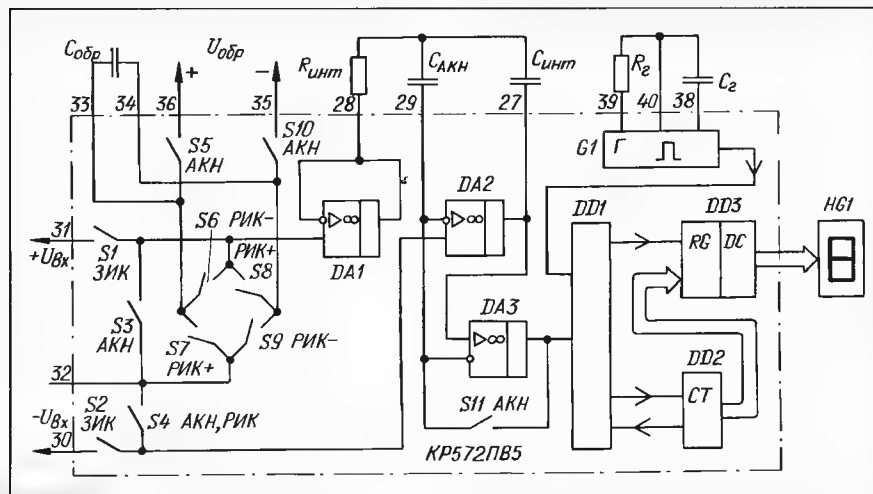
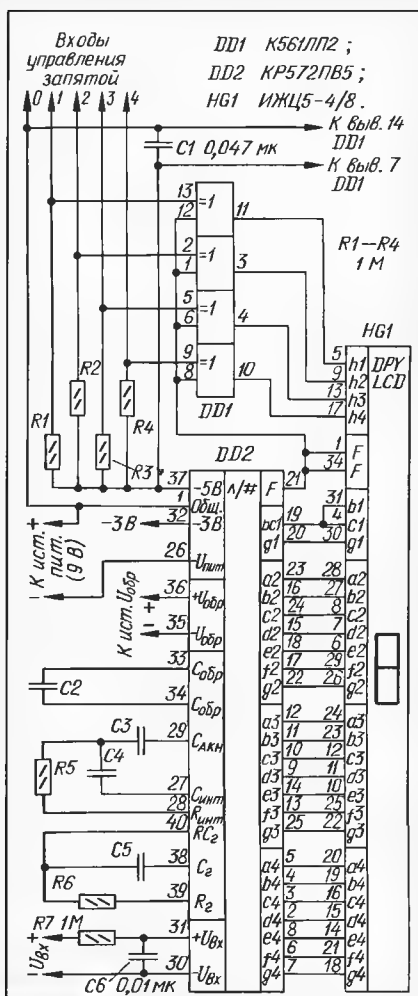
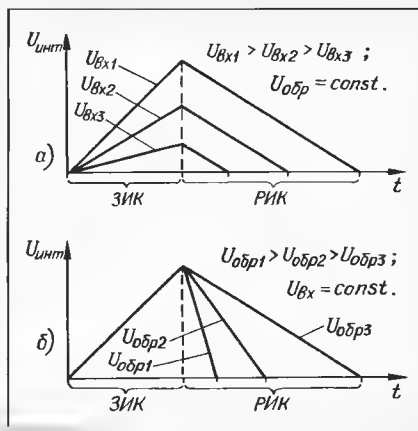

Рис. 1
Рис. 3
Рис. 4
Преобразователь (рис. 1) состоит из аналоговой и цифровой частей. Аналоговая содержит электронные выключатели S1—S11, буферный ОУ DA1, работающий в режиме повторителя, интегратор на ОУ DA2, а также компаратор DA3. В цифровую часть входят генератор G1, логическое устройство DD1, счетчик импульсов DD2, регистр памяти с выходным дешифратором DD3.
тов преобразователя, выполняемая выключателями S1—S11 на транзисторах структуры МОП. На схеме рис. 1 надписи у выключателей обозначают этап, в течение которого «контакты» замкнуты. Длительность этапа, точно задаваемая счетчиком DD2, пропорциональна периоду тактовой частоты f_t .
При знаке напряжения $U_{\text{вх}}$, противоположном указанному на рис. 1, элемент g1 индикатора HG1 индицирует знак «минус». При перегрузке на табло остается лишь цифра 1 в старшем разряде и знак «минус» (для отрицательного напряжения).
Типовая схема включения преобразователя, его соединения с жидкокристаллическим индикатором и четырьмя элементами ИСКЛЮЧАЮЩЕЕ ИЛИ, необходимыми для управления десятичными запятыми индикатора, показана на рис. 3. Преобразователь рассчитан на однополярное питание стабильным напряжением в пределах от 7 до 10 В. Плюс провод источника питания подключают к выв. 1, а минусовой — к выв. 26. При напряжении питания $9 В \pm 1\%$ и температуре окружающей среды $25 \pm 5^\circ\text{C}$ максимальный потребляемый ток не превышает 1,8 мА, при этом погрешность преобразования — не более единицы младшего разряда. Входное сопротивление определяется лишь утечками и существенно превышает 100 МОм.
Для управления четырьмя десятичными запятыми необходимы дополнительные четыре логических элемента ИСКЛЮЧАЮЩЕЕ ИЛИ (DD1 на рис. 3). Они повторяют фазу "меандра" для неиндицируемых запяток и инвертируют ее для той, которая должна быть видна.
Как уже было указано, АЦП на микросхеме КР572ПВ5 измеряет отношение значений напряжения на входах $U_{вх}$ и $U_{обр}$. Поэтому возможны два основных варианта ее применения. Традиционный вариант — напряжение $U_{обр}$ неизменно, $U_{вх}$ меняется в пределах $+2U_{обр}$ (или от $0...2U_{обр}$) [1—5]. Изменение напряжения на конденсаторе $C_{инт}$ и на выходе интегратора DA2 (рис. 1) для этого случая показано на рис. 4,а. При втором варианте напряжение $U_{вх}$ остается постоянным, а меняется $U_{обр}$. Этот вариант использован в работе [6] и проиллюстрирован на рис. 4,б. Возможен и смешанный вариант, когда при изменении измеряемой величины меняются и $U_{вх}$ и $U_{обр}$ (рис. 3 в [7]).
Напряжение на входах и выходах ОУ, входящих в состав преобразователя, не должно выводиться из пределов линейного режима работы. Обычно указывают пределы $\pm 2 В$, понимая под этим изменение напряжения относительно аналогового общего провода при использовании встроенного источника образцового напряжения. Рис. 4 показывает, что наибольшее напряжение на выходе ОУ DA2 определено максимальным напряжением на входе $U_{вх}$ преобразователя. Знак напряжения на выходе интегратора относительно выв. 30 противоположен знаку напряжения на выв. 31, а значение $U_{инт}$ может быть рассчитано по формуле: $U_{инт} = 4000 U_{вх} / (C_{инт} \cdot R_{инт} \cdot f_t)$. (1). Напряжение в этой формуле выражено в вольтах, емкость — в микрофарадах, сопротивление — в килоомах, тактовая частота — в кГц.
В ходе эксперимента выяснилось, что синфазное напряжение входа $U_{обр}$ можно менять в полном интервале питающего напряжения при условии $U_{обр} < 2$ В и сохранении указанной полярности (рис. 3). Напряжения на каждом из входных выводов не должно выходить за пределы интервала.
Цель Р7С6 на рис. 3 служит для защиты вывода $+U_{вх}$ от статического электричества в тех случаях, когда он может быть подключен к каким-либо элементам вне корпуса измерительного прибора, а вывод $-U_{вх}$ — к общему проводу. Если есть вероятность подключения к внешним цепям и других входов АЦП, их также защищают аналогичными цепями (как это сделано, например, в мультиметре [3] для входа $U_{вх}$). Сопроотивление защитных резисторов входа $U_{обр}$ необходимо уменьшить до 51 кОм, иначе время установления показаний прибора будет слишком большим.